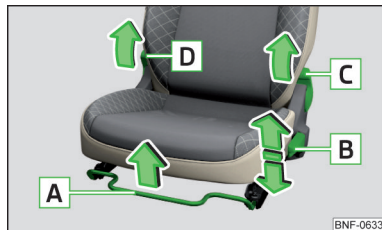

Рис. 50
Для регулювання сидінь потягніть або натисніть відповідний елемент управління в напрямку, вказаному стрілками» Рис. 50.
- Потягніть за важіль **D** » Рис. 50 і складіть вперед спинку сидіння.